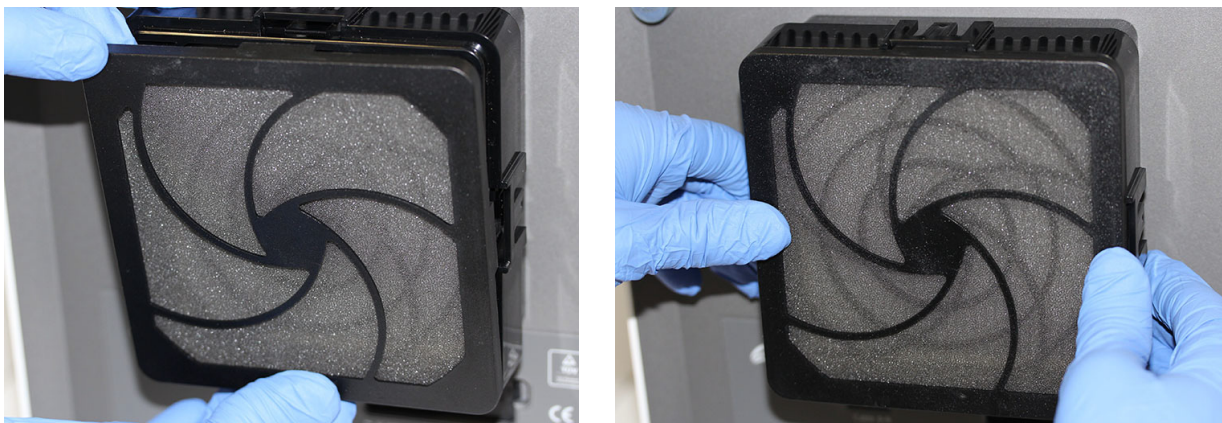

Figura 9-31. Cambio del filtro previo y del retén del filtro previo
4. Coloque conjunto ensamblado de retén del filtro previo y filtro previo sobre el retén del filtro HE con los dedos colocados a los lados y en las partes superior e inferior para dejarlo bien ajustado. Consulte la figura 9-31.